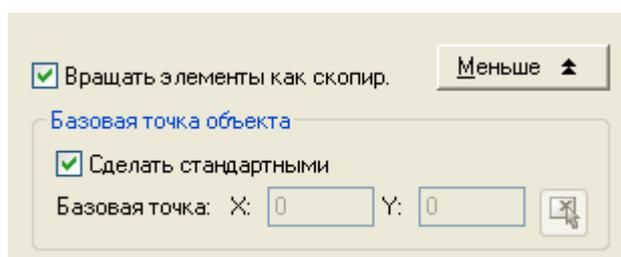

Рис. 2.7 Поля для ввода координат базовой точки объекта
- если щелкнуть на кнопке **Больше**, то можно указать в соответствующих полях (Рис.2.7) базовую точку;